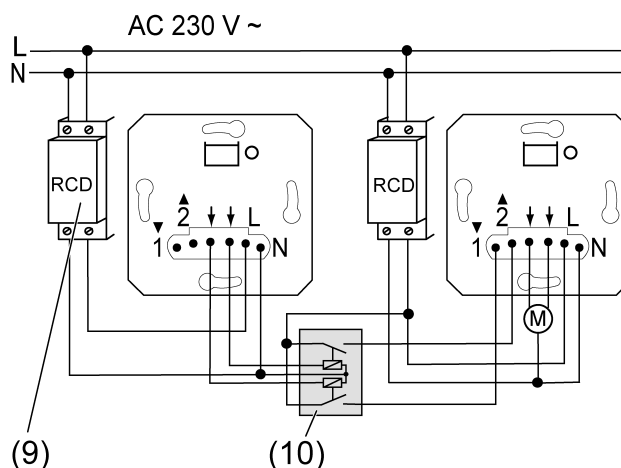

рисунок 5: Пример подключения двух контуров RCD
- Подключите приборы, как показано на примере (рисунок 5).